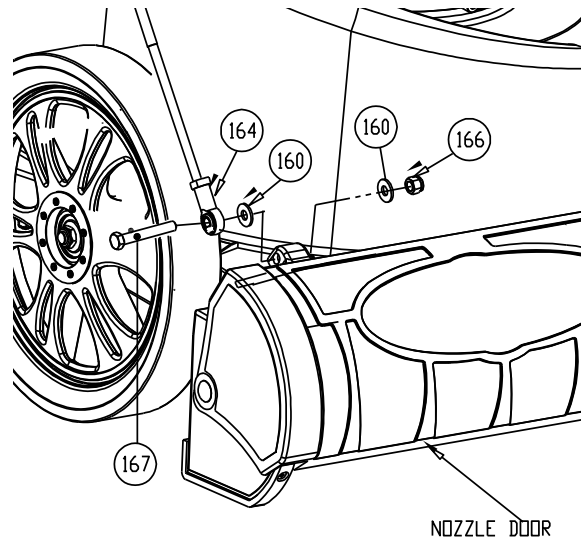

Fig. 4
5. Fissare l'estremità dell'asta (elemento 164) all'asta dello sportello della bocca di aspirazione e fissare in posizione serrando il controdado. (v. Fig. 4, pagina successiva)
8. Fissare l'asta dello sportello della bocca di aspirazione alla leva, con lo sportello della bocca di aspirazione e la leva in posizione nel kit del tubo flessibile. *NOTA:* controllare che lo sportello della bocca di aspirazione si apra e si chiuda fino in fondo (v. pagina 15). Per regolare, serrare o allentare l'estremità dell'asta (elemento 164). (v. Fig. 4 e 5 pagina successiva).